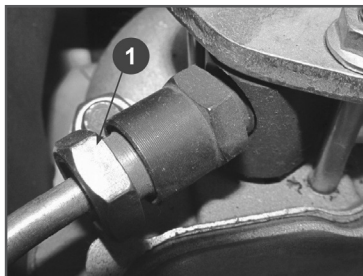

Рис.16
4. Открутите гайку (1) Рис.16 крепления топливопровода к форсунке. Удерживая декомпрессор в нажатом состоянии, ручным стартером прокручивайте коленвал двигателя до тех пор, пока из топливопровода не потечет топливо без пузырьков воздуха. Затем закрутите гайку крепления топливопровода к форсунке.